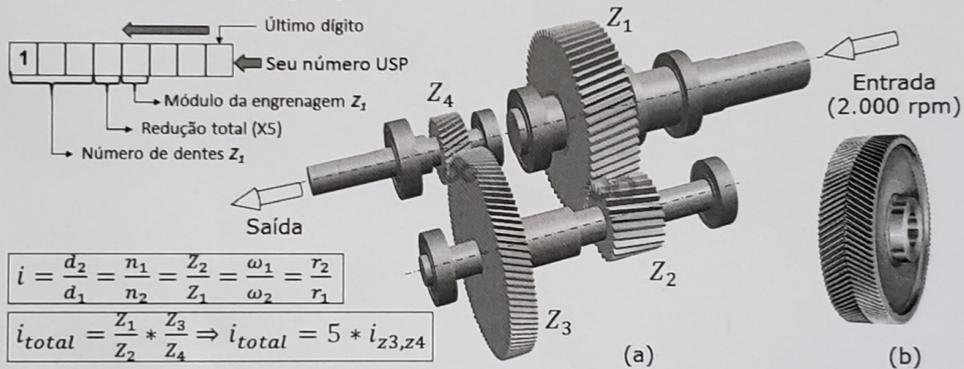

Figura 1 - Esquema do redutor de 2 estágios.
Q-R-01 (2,0 pontos) – A Figura 1 (a) representa um redutor de grande porte de dois estágios, com base nesta pede-se: (a rotação de entrada: 2.000 rpm)
- b) A substituição das engrenagens por modelos do tipo dupla hélice contraposta (figura 1 (b)) seria vantajoso? Justifique?
- Com base no seu número USP conforme indicado na Figura 1, determine: